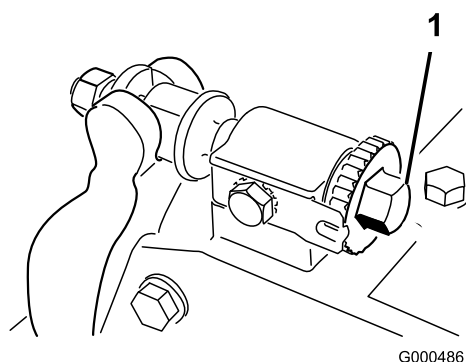
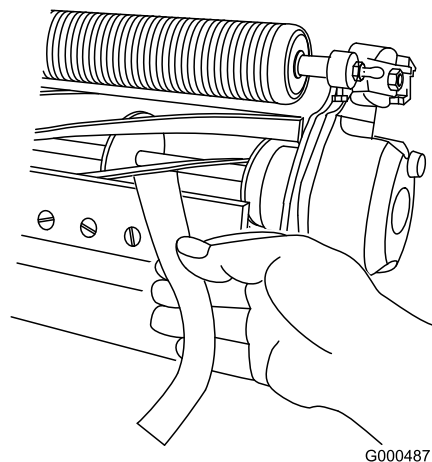

Figura 52
Figura 53
2. Eliminate il contatto con il cilindro facendo girare in senso antiorario le viti di regolazione della barra di appoggio (Figura 52).
4. Inserite una lunga striscia di carta di giornale tra il cilindro e la controlama (Figura 53) da un lato del cilindro. Girate lentamente il cilindro in avanti, e allo stesso tempo girate in senso orario la vite di regolazione della barra di appoggio (dallo stesso lato del cilindro) (Figura 52), uno scatto per volta, finché la carta non viene pizzicata leggermente quando viene inserita dal davanti ed è parallela alla controlama. Tirando la carta dovreste notare una lieve resistenza.
6. Al termine della messa a punto, controllate se il cilindro è in grado di pizzicare la carta inserita dalla parte anteriore, e se la taglia quando viene inserita ad angolo retto rispetto alla controlama (Figura 53). Dovreste riuscire a tagliare la carta con un contatto minimo tra la controlama e le lame del cilindro. In caso di resistenza eccessiva dovreste lappare o affilare di nuovo l'apparato di taglio, al fine di disporre dei bordi affilati necessari per un taglio di precisione (vedere il manuale Toro per l'affilatura del cilindro).